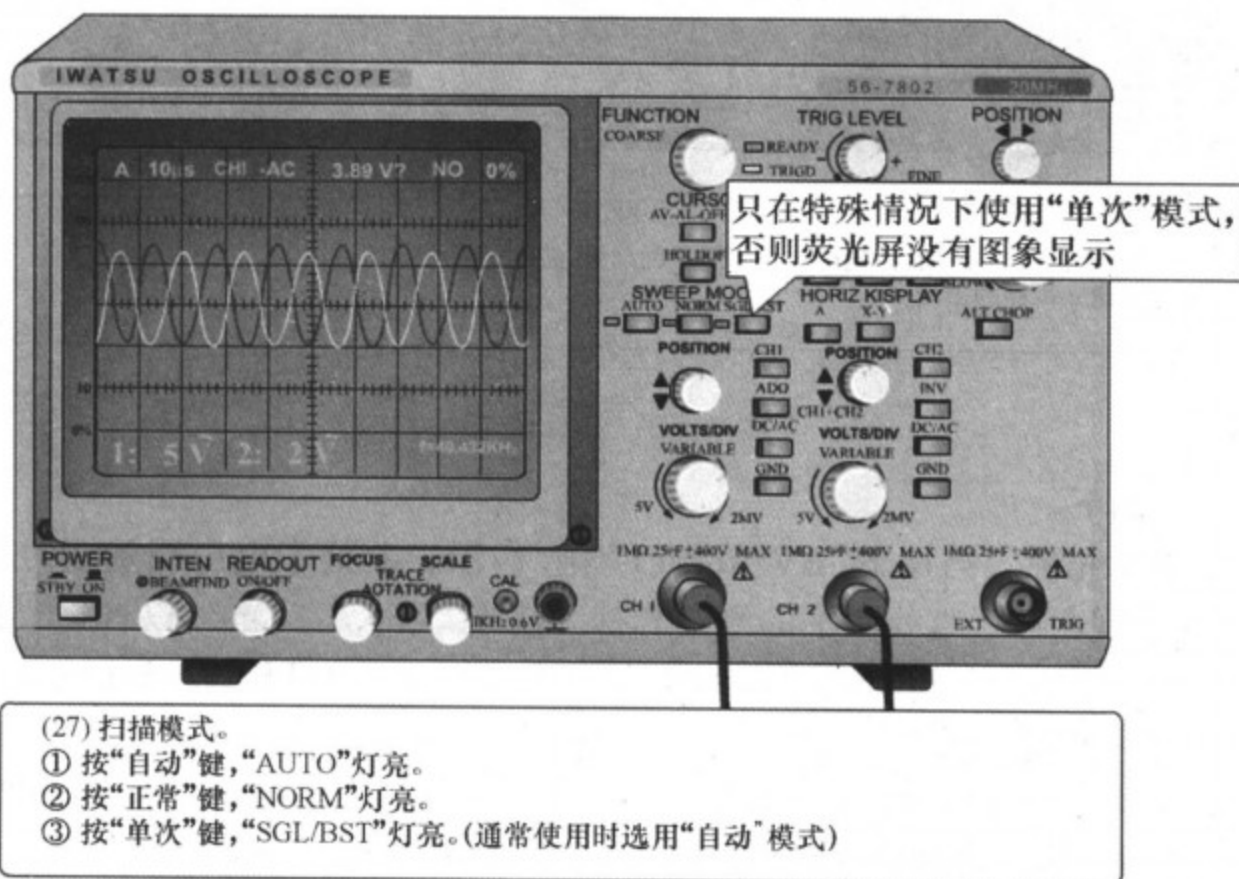

图 3-36 扫描模式
(27)扫描模式(SWEEP MODE), 按“自动”键, AUTO 灯亮, 按“正常”键, NORM 灯亮, 按“单次”键, SGL/BST 灯亮。通常选用“自动”模式, 如图 3-36 所示。